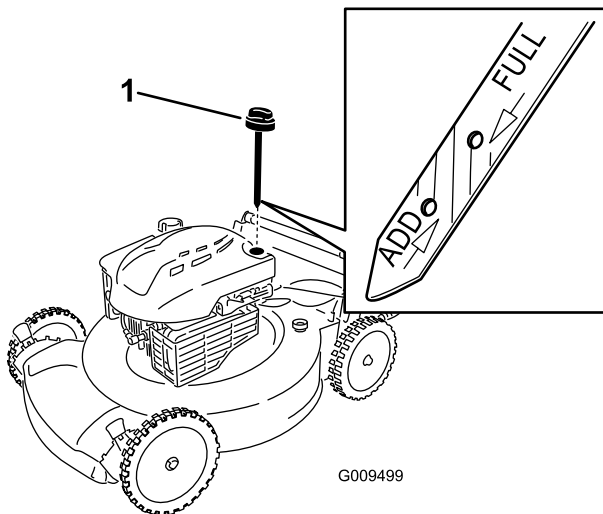

Bild 8
2. Ziehen Sie den Ölmesstab heraus (Bild 8).
5. Nehmen Sie den Peilstab heraus und lesen Sie den Ölstand am Peilstab ab, siehe Bild 8.